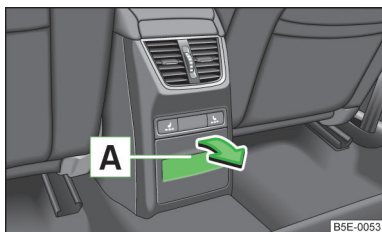

Fig. 75
▶ Trageți de partea superioară a adânciturii  » fig. 75 și deschideți compartimentul în sensul indicat de săgeată.